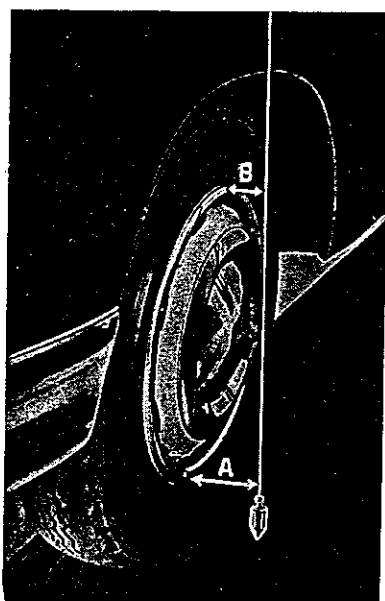

Fig. 04/4 - Contrôle carrossage roue.
- Contrôler, au moyen du fil à plomb, les distances entre le bord de la jante dans des points diamétralement opposés par rapport à la verticale (fig. 04/4).